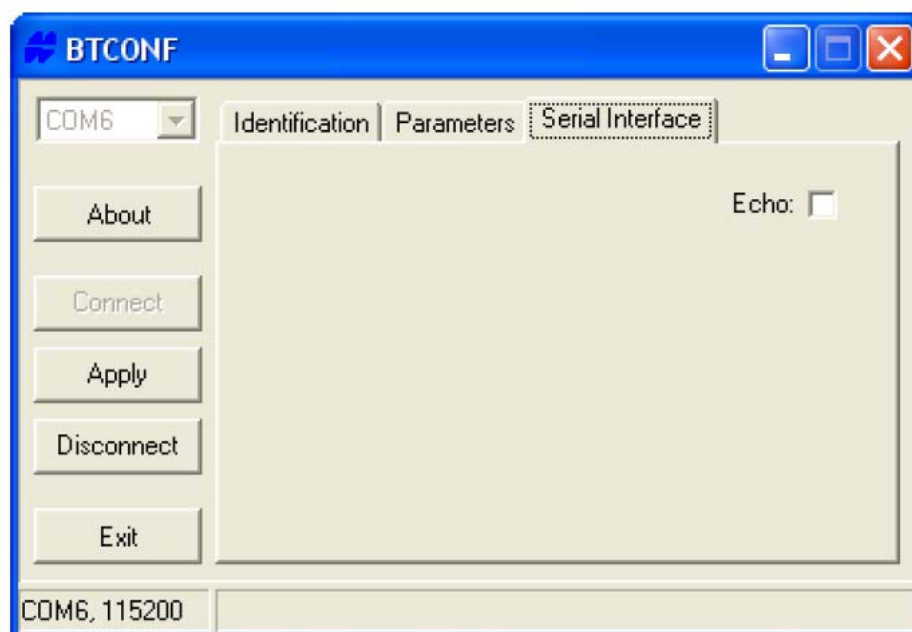

Рисунок 2-24. BTCONF. Вкладка Serial Interface (Последовательный интерфейс)
8. Выберите вкладку *Serial Interface* (*Последовательный интерфейс*) (см. рис. 2-24). Выставьте флажок *Echo* (*Эхо*) если хотите, чтобы модуль Bluetooth посылал принятые символы обратно (полезно при доступе через терминальную программу). При необходимости щелкните на кнопке *Apply* (*Применить*)